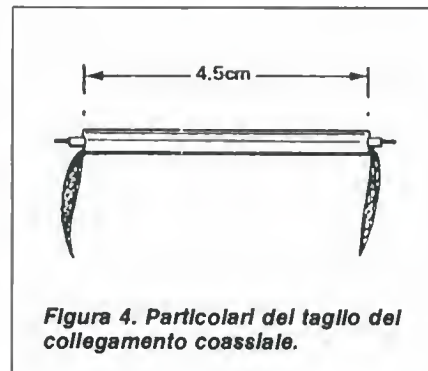

Figura 4. Particolari del taglio del collegamento coassiale.
- 4) Tagliare il cavo coassiale nelle dimensioni mostrate in Figura 4 e montarlo sul circuito stampato.